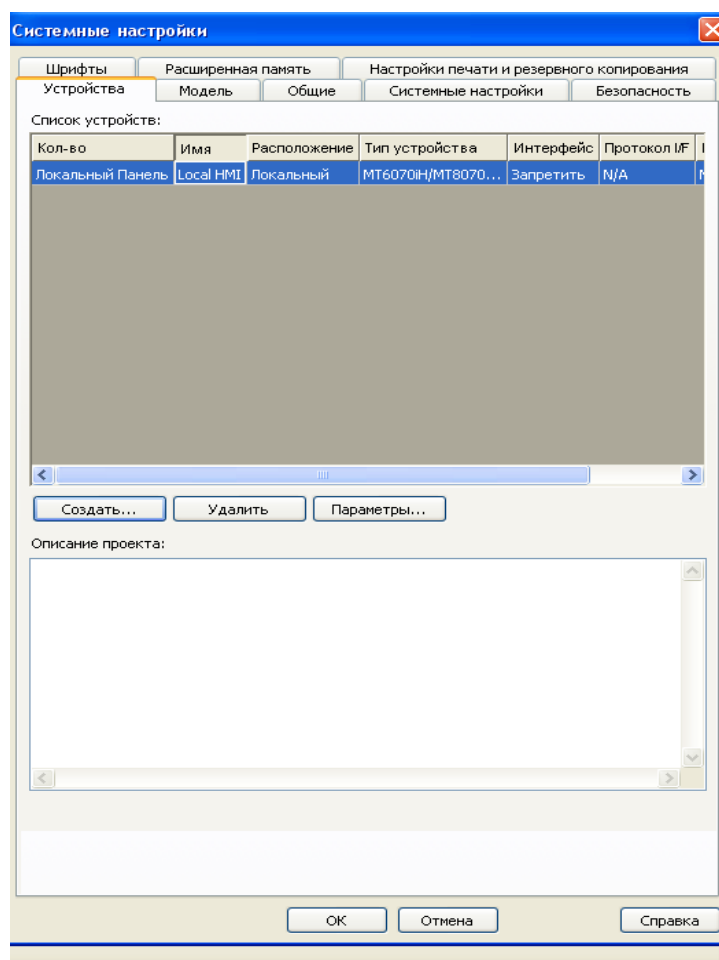

Рис. 6. Окно редактирования системных настроек
3.3.5. Появится окно редактирования системных настроек (рис.6). Нажать кнопку **ОТМЕНА**, поскольку изменение настроек будет проводиться позже, в разделе 4.
3.4.1. Выбрать в меню редактора EasyBuilder8000 **Правка – Системные настройки**. Появится окно редактирования системных настроек, как было отображено на рис.6. Вкладка «**Устройства**» отображает список устройств, для подключения к которым созданы соответствующие конфигурации. В исходном виде в этом списке присутствует только одно устройство с именем **Local HMI**, через которое предоставляется доступ к ячейкам внутренней памяти панели.